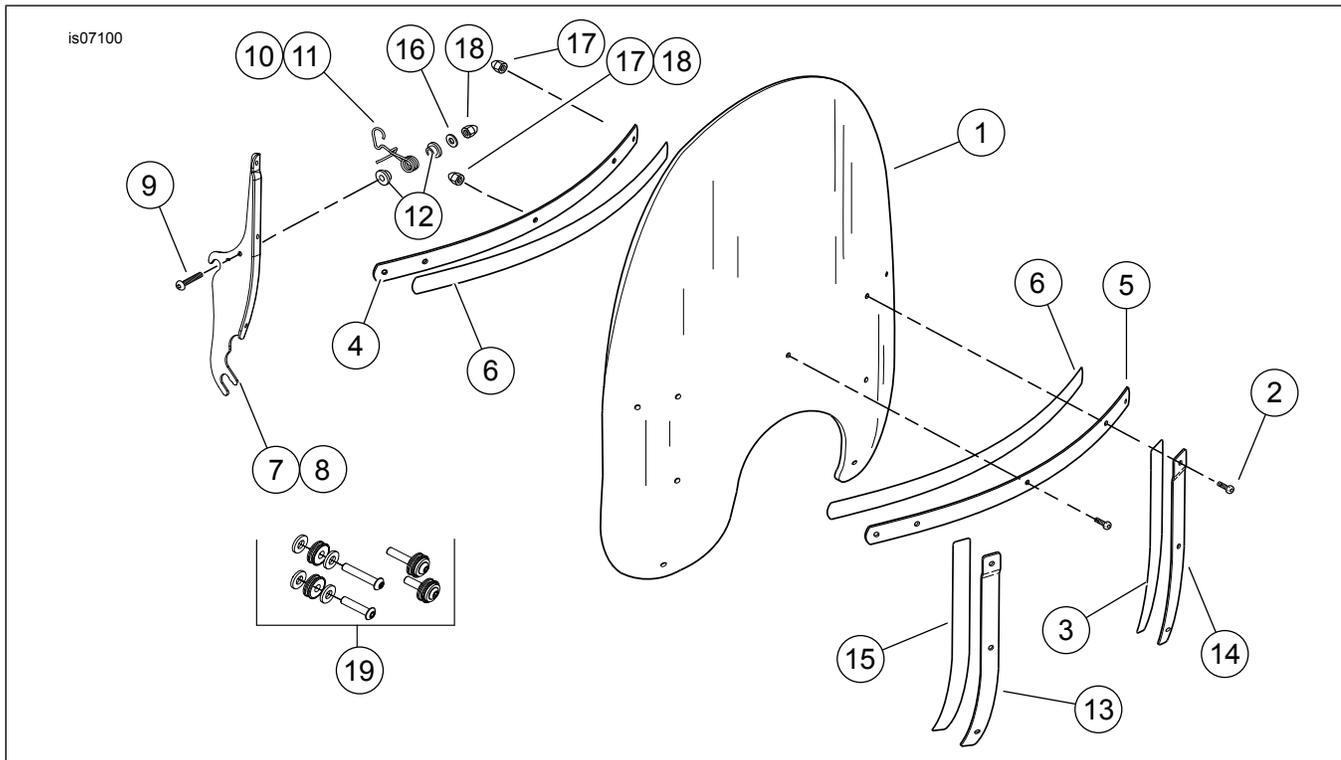
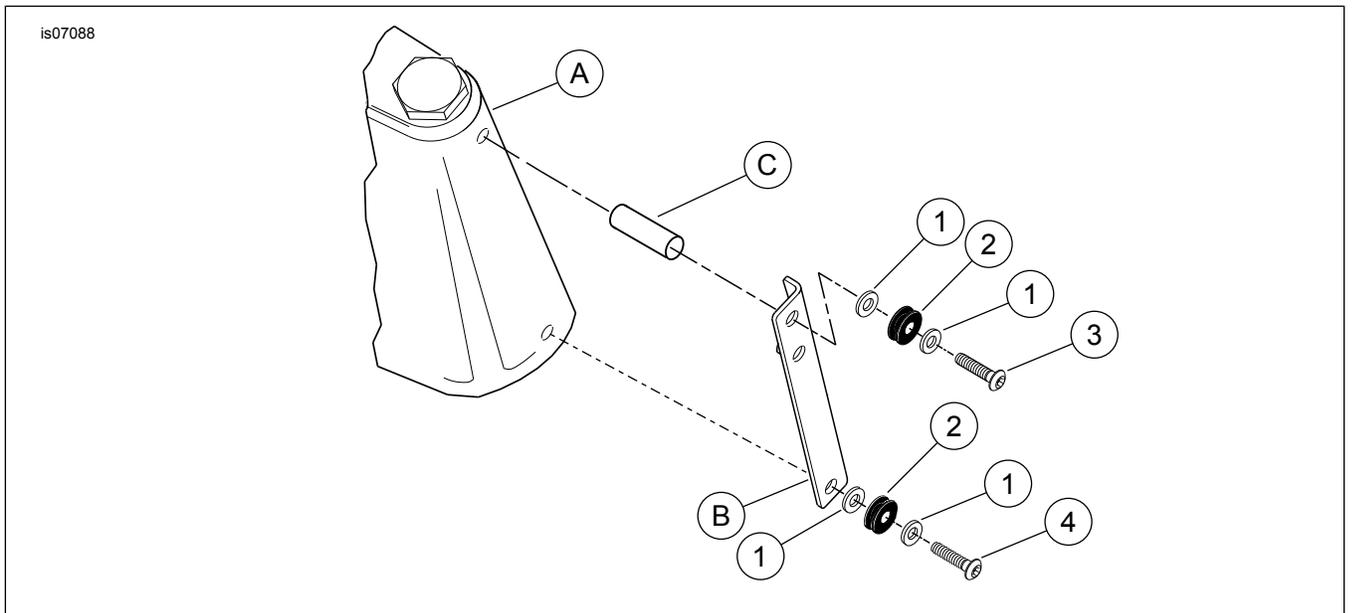

Abbildung 1. Ersatzteile: Windschutzscheibensätze
Abbildung 2. Ersatzteile: Montageteile
Siehe Abbildung 1 und Tabelle 1, Abbildung 2 und Tabelle 2.
2. Abbildung 2 und Tabelle 2. Die Schraube (4) und Unterlegscheibe (1) der Original-Nebel-/Überholleuchtenhalterung lösen und entsorgen.
3. Eine neue flache Unterlegscheibe (1), Buchse (2) und flache Unterlegscheibe (1) auf eine 1-3/8 in lange Schraube (4) aus dem Satz setzen. Die Schraube durch das untere Loch in der Nebelleuchten-/Überholleuchtenhalterung und die dekorative Gabelschutzabdeckung und in die Gabelbrücke einsetzen. Festziehen.